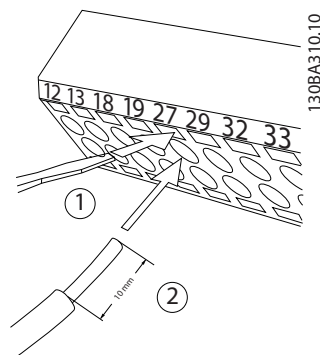

图 2.16 连接控制线缆
1. 将一把小螺丝刀插入触点上方或下方的槽中, 从而打开触点, 如图 2.16 所示。